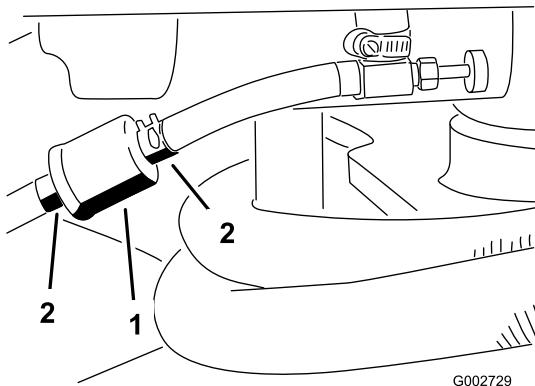

Bild 29
- Schließen Sie den Kraftstoffhahn, lockern die Schlauchklemme an der Vergaserseite des Filters und ziehen die Kraftstoffleitung vom Filter ab (Bild 29).